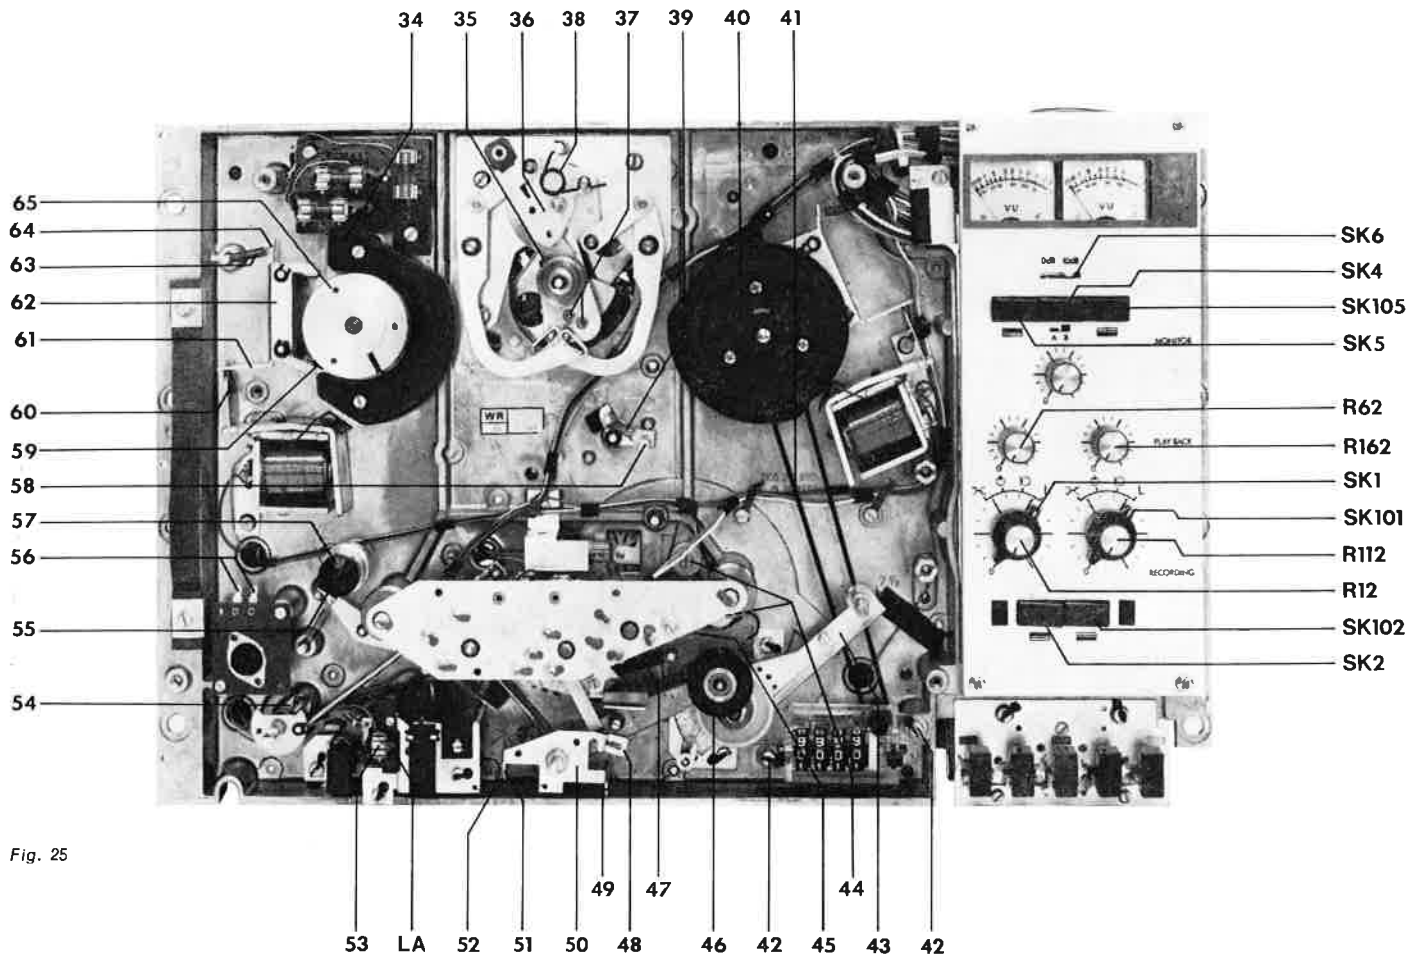

Fig. 25
REMMEN 59 (fig. 25)
REMKRACHT VAN ROL 57 (fig. 25)
- Instelling: door buigen van lipje 49 (fig. 25).